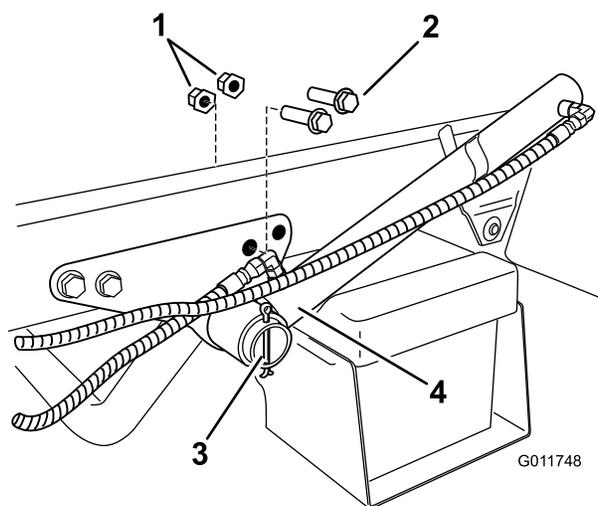

Figura 17
1. Rimuovete i due bulloni posteriori e i due dadi flangiati che si trovano sulla staffa del cilindro sinistro (Figura 17). Conservate gli elementi di fissaggio per il loro successivo riutilizzo.